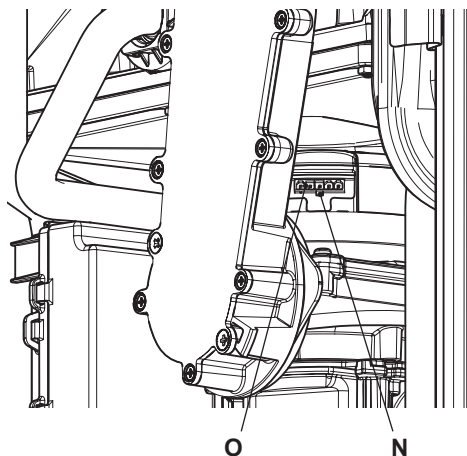

Figura 9.12
- Desconecte el conector del ventilador O presionando el gancho de plástico N situado debajo del conector (Figura 9.12).